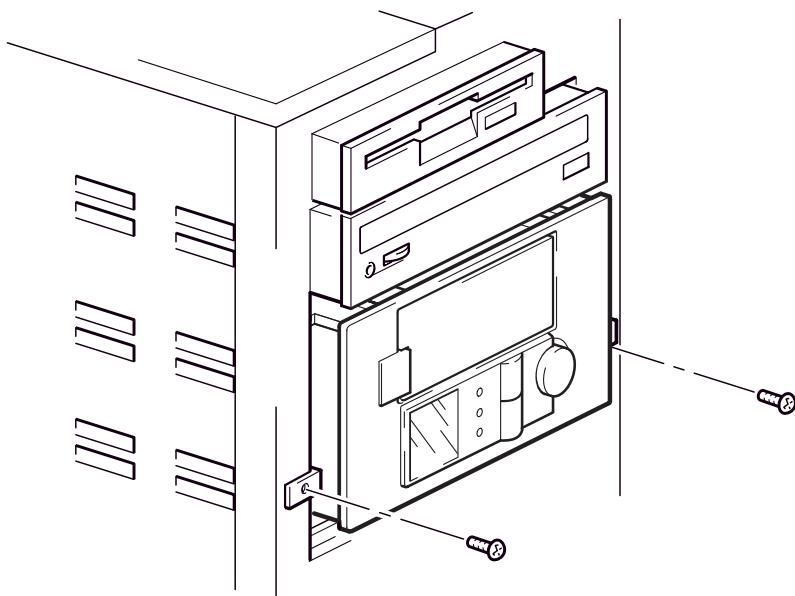

Figure 10a : fixation du chargeur automatique sur le support de montage
- 1 Mettez le chargeur automatique en place. Utilisez les vis que vous avez retirées à l'"Etape 4 : préparation de la baie de montage" à la page 17 pour fixer le chargeur automatique, comme le montre la figure 10a.